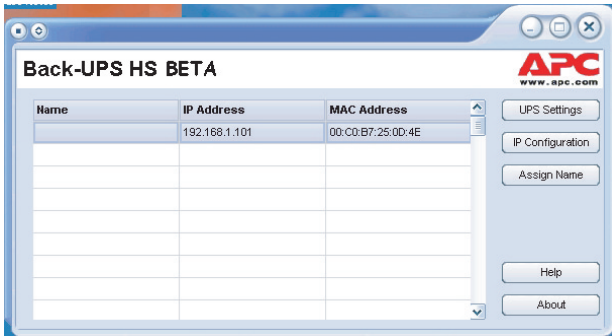

Рисунок 8. Окно IP- и MAC-адресов ПО Back-UPS HS
10. Для того чтобы присвоить устройству Back-UPS имя, нажмите кнопку **Assign Name** (Присвоить имя) и введите его в соответствующем диалоговом окне (Рис. 8). Присвоенное имя появится в левой от IP-адреса колонке (Рис. 11). При этом имена не должны повторяться.